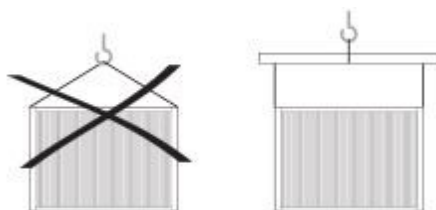

Рисунок 4 – Способы подвешивания теплообменника
- Теплообменник нельзя подвешивать с точечным креплением, следует всегда использовать кран-балку (Рис. 4).